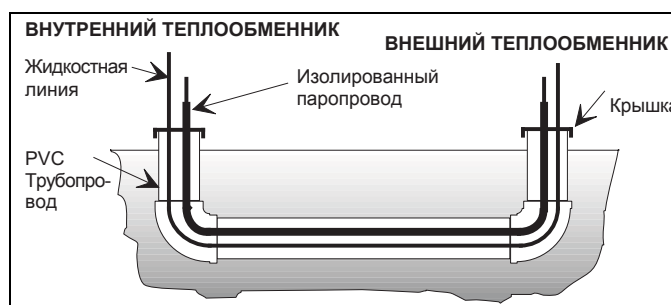

РИСУНОК 3: Подземный монтаж
6. Используйте ПВХ-трубы в качестве канала для всех подземных сооружений, (рис.3). Углубленные трубы должны быть как можно короче, для минимального накопления жидкого хладагента в паропроводе во время длительных периодов отключения.